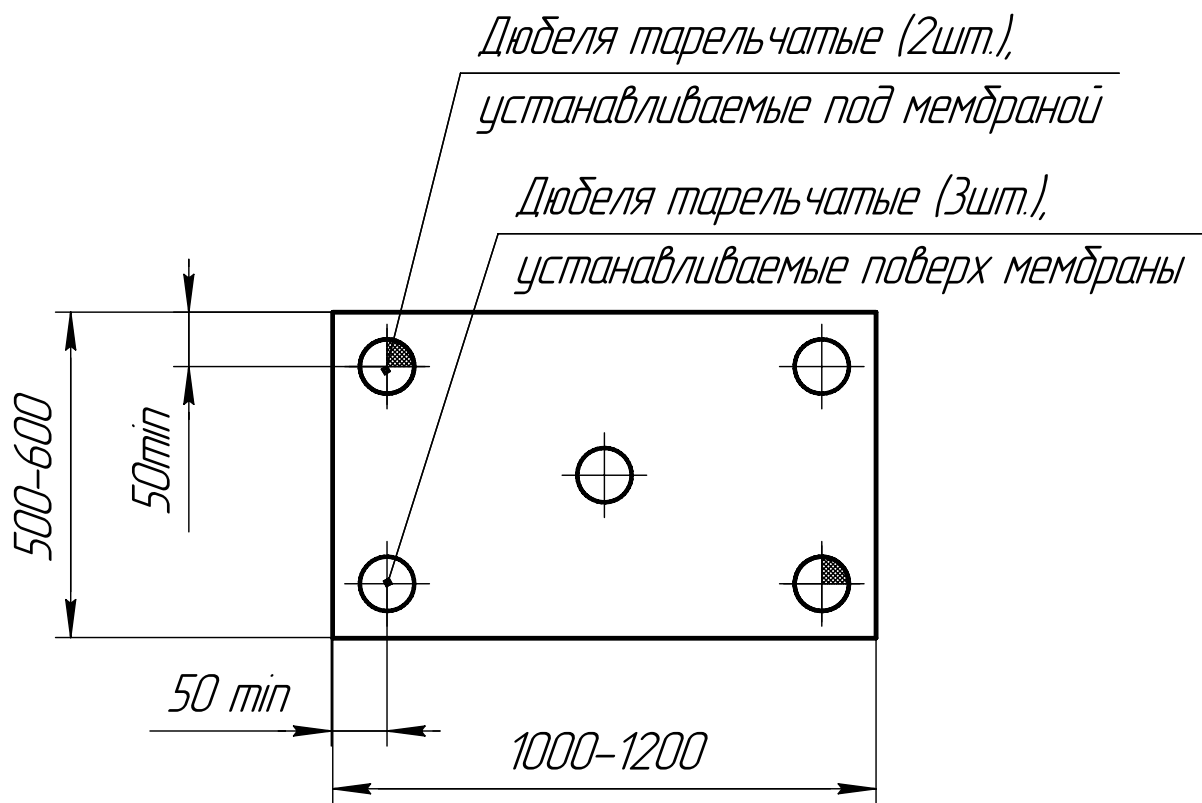

Рис. 3.1 Схема крепления плиты утеплителя
- 6) Закрепить плиты к фасаду тарельчатыми дюбелями с распорными стержнями, шляпки которых надежно прижимают плиты утеплителя к фасаду. На одну плиту устанавливается 5 дюбелей (см. рис.3.1). При этом 2 дюбеля из 5-ти установить сразу и закрепить плиты перед их обшивкой гидроветрозащитной паропроницаемой мембраной. Остальные 3 дюбеля устанавливаются поверх гидроветрозащитной паропроницаемой мембраны (см. п.8). Доборные теплоизоляционные элементы надежно закрепить на поверхности стены не менее чем двумя дюбелями.